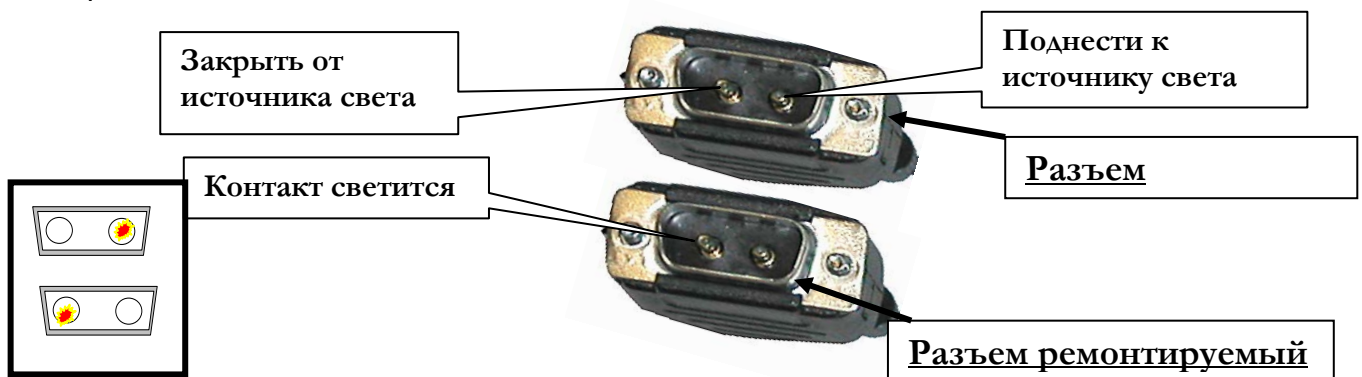

Рис.8.5. Правильное чередование световодов оптического кабеля в разъеме интерфейсного кабеля
5. Очистить отверстия обжимных гильз разъема (см. Рис. 8.4) острым шилом или проволокой от остатков световодов кабеля. Одеть защитный кожух 2 (см.Рис.8.2) на подготовленный к заделке кабель предварительно с небольшим усилием натянуть силовую кивларовую нить 1 (Рис.8.3) и заправить ее под защитный кожух 2 (Рис.8.2). Вставить световоды в гильзы разъема (убедиться, что выходы световодов полностью заполняют обжимную гильзу оптического разъёма), при этом необходимо соблюдать порядок чередования световодов в разъеме. Для этого заделанный в разъем конец кабеля поднести к источнику света, и поочередно закрывая контакты этого разъема определить по свечению контактов в подготавливаемом к заделке разъеме порядок подсоединения световодов кабеля. Правильным является порядок подключения световодов кабеля показанный на Рис. 8.5: